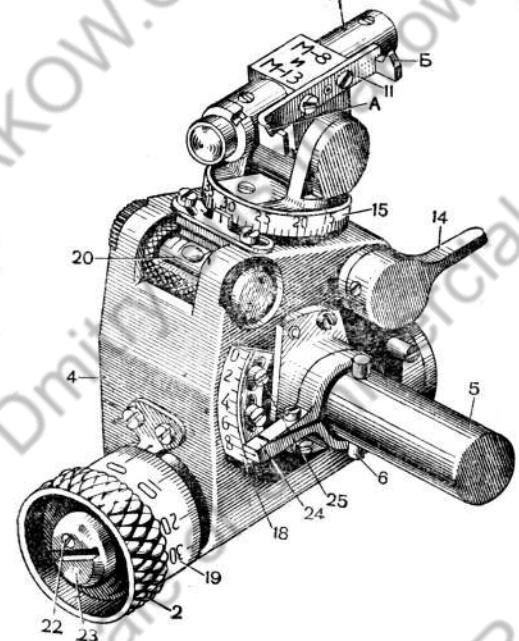
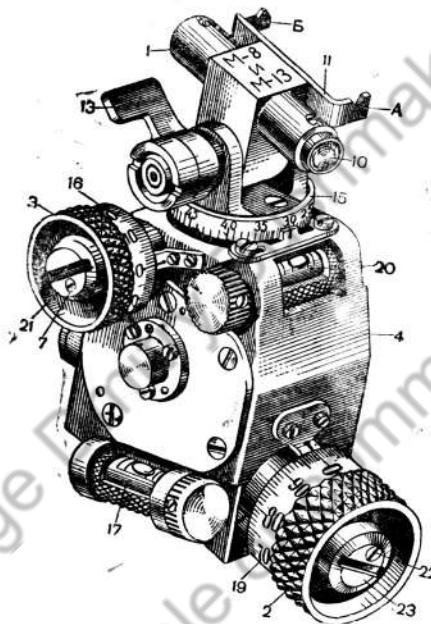
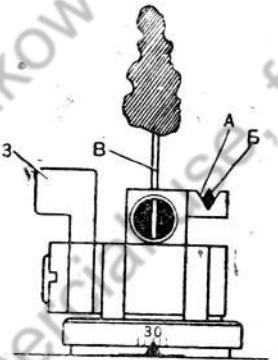

Рис. 35. Прицел МП-41 (вид справа):
Рис. 36. Прицел МП-41 (вид слева):
Рис. 39. Схема наводки при помощи коллиматора:
Прицел МП-41 состоит из трёх основных частей (рис. 35 и 36): коллиматора, механизма горизонтальных углов (угломера) и механизма углов прицеливания.
Коллиматор 1 (рис. 36 и 37) служит для визирования в точку наводки; в трубке коллиматора помещена специальная пластинка 8 со световой щелью Δ и объектив 10. Если держать глаз на расстоянии 50—60 мм от коллиматора, то будет видна световая щель (рис. 38). Такое устройство даёт возможность точно направить линию визирования в точку наводки, смотря немного выше трубки коллиматора (рис. 39). Для грубой наводки на коллиматоре имеется прорезь А и мушка Б. Выбор точки наводки облегчается тем, что трубка коллиматора может вращаться в вертикальной плоскости. В нужном положении трубку коллиматора можно закрепить при помощи рычага 13.
Механизм угломера служит для поворота коллиматора и для отсчёта углов в горизонтальной плоскости. Для точной установки коллиматора служит маховик 3 червяка угломера (рис. 36), находящегося в коробке прицела. Для грубой установки трубку коллиматора можно поворачивать рукой, нажав предварительно на рычаг 14 (рис. 35) для расцепления червяка с червячным колесом, соединённым с корпусом коллиматора.
щающегося в коробке прицела. При вращении маховика коробка прицела вращается на штыре 5 (рис. 35), который вставляется в гнездо консоли. Консоль закреплена на ферме боевой машины. Один полный оборот маховика 2 (сто делений) соответствует одному делению (1-00) шкалы сектора.
Для отсчёта углов в горизонтальной плоскости имеются две шкалы, нанесённые в тысячных: шкала на кольце 15 (рис. 36) угломера с ценой деления 1-00 (сто тысячных) и шкала на барабанчике 16 угломера с ценой деления 0-01 (одна тысячная).
Механизм углов прицеливания служит для установки углов прицеливания. Для этого имеются две шкалы, нанесённые в тысячных: шкала на секторе 18 (рис. 35) с ценой деления 1-00 (сто тысячных) и шкала на барабанчике 19 (рис. 36) с ценой деления 0-01 (одна тысячная). Для установки углов прицеливания служит маховицок 2 червяка, помещен-
— нажать на рычаг 14 (рис. 35), повернуть коллиматор вместе с угломером и подвести к указателю на кольце 15 угломера деление 25;
— плавно отпустить рычаг 14 и, вращая маховик 3 червяка угломера (рис. 36), подвести к указателю
2. Установить прицел. Например, подана команда: «Прицел 635». Для выполнения команды нужно, вращая маховик 2 (рис. 35), установить указатель на ба-
а) отвинтить на полоборота винты указателя кольца 15 угломера (рис. 36), передвинуть указатель до совмещения штриха указателя с делением 30, после чего завинтить винты до отказа;
а) отвинтить стопор 22 (рис. 35) на два оборота, отвинтить на полоборота винт 23 и, придерживая маховик 2, повернуть барабанчик 19 настолько, чтобы нулевое деление совместились с указателем, после чего завинтить винт 23 и стопор 22 до отказа;